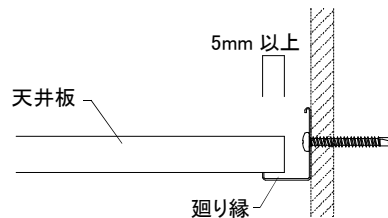

図2-8-7 天井板を片寄せした場合(Hバー受け方向) ※再掲
- ※天井板を片寄せした場合でも 5mm 以上の載せ代が確保されているか確認すること。(図 2-8-7 参照)